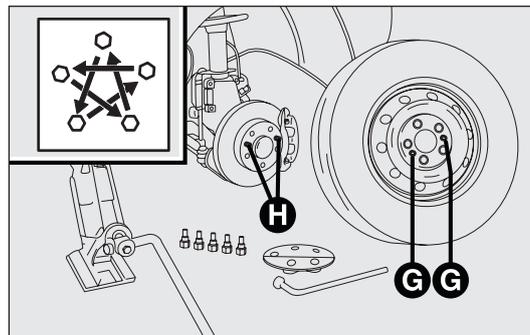

fig. 166
- montare la ruota di scorta, facendo coincidere i fori G-fig. 166 con i relativi perni H. Nel montare la ruota di scorta, assicurarsi che le superfici di appoggio della stessa, siano pulite e prive di impurità che potrebbero, successivamente, causare l'allentamento dei bulloni di fissaggio;
- stringere a fondo i bulloni, passando alternativamente da un bullone a quello diametralmente opposto, secondo lo schema illustrato in fig. 166.